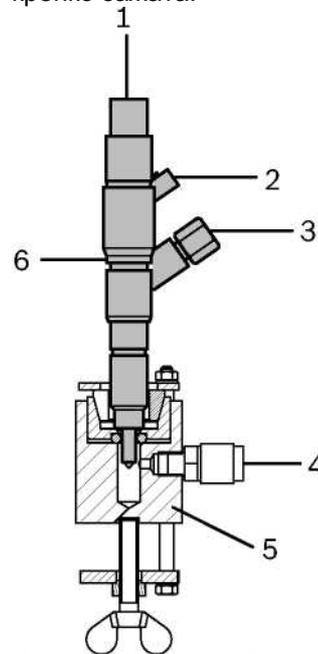

Рис. 8. Подключение камеры впрыска на примере инжектора системы Common Rail для легковых дизелей(CRI):
Камеру впрыска для проведения испытаний надвинуть на распылитель инжектора системы Common Rail для легковых дизелей(CRI) или форсунки в сборе (DHK) / насос-форсунки (UI) и затем вновь зажать. Для проведения проверки камера впрыска **5** (рис. 8) должна быть накрыта распылителем инжектора системы Common Rail для легковых дизелей(CRI) **6** (рис. 8) или форсунки в сборе (DHK) / насос-форсунки (UI) и крепко зажата.
Входящий в комплектацию шланг 1 680 712 286 используется для того, чтобы впрыскиваемое инжектором системы Common Rail для легковых дизелей(CRI) или форсунки в сборе (DHK) / насос-форсунки (UI) проверочное масло из камеры впрыска 5 (рис. 8) передать в устройство EPS 200.